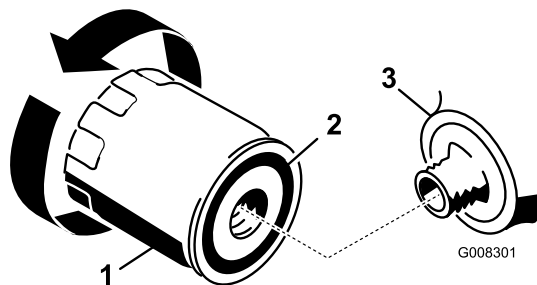

Figure 24
2. Déposez le filtre à huile usagé et essuyez la surface du joint de l'adaptateur (Figure 24).
3. Appliquez une fine couche d'huile moteur neuve sur le joint en caoutchouc du filtre de rechange (Figure 24).
5. Serrez alors de 1/2 à 3/4 de tour supplémentaire (Figure 24).